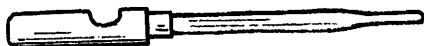

Рис. 47. Ударник
92. **Ударник** (рис. 47) разбивает капсюль. Он помещается в канале затвора и удерживается в нем шпилькой. Ударник имеет: на передней части — **боек**, на задней — **выемку** для прохода шпильки ударника. На среднюю часть его надевается **пружина ударника** (рис. 48), которая служит для отвода ударника в заднее положение, чтобы боек не выступал из-за чашки затвора.